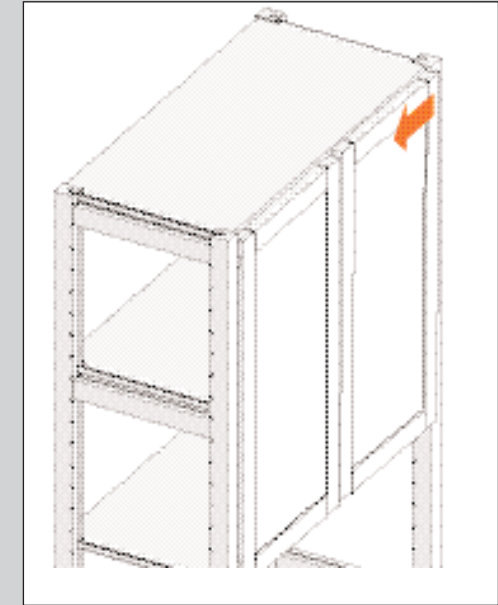

ABBILDUNG 10
- die Tür an der oberen Seite schief hängt (siehe Beispielaufstellung in Abb. 10).